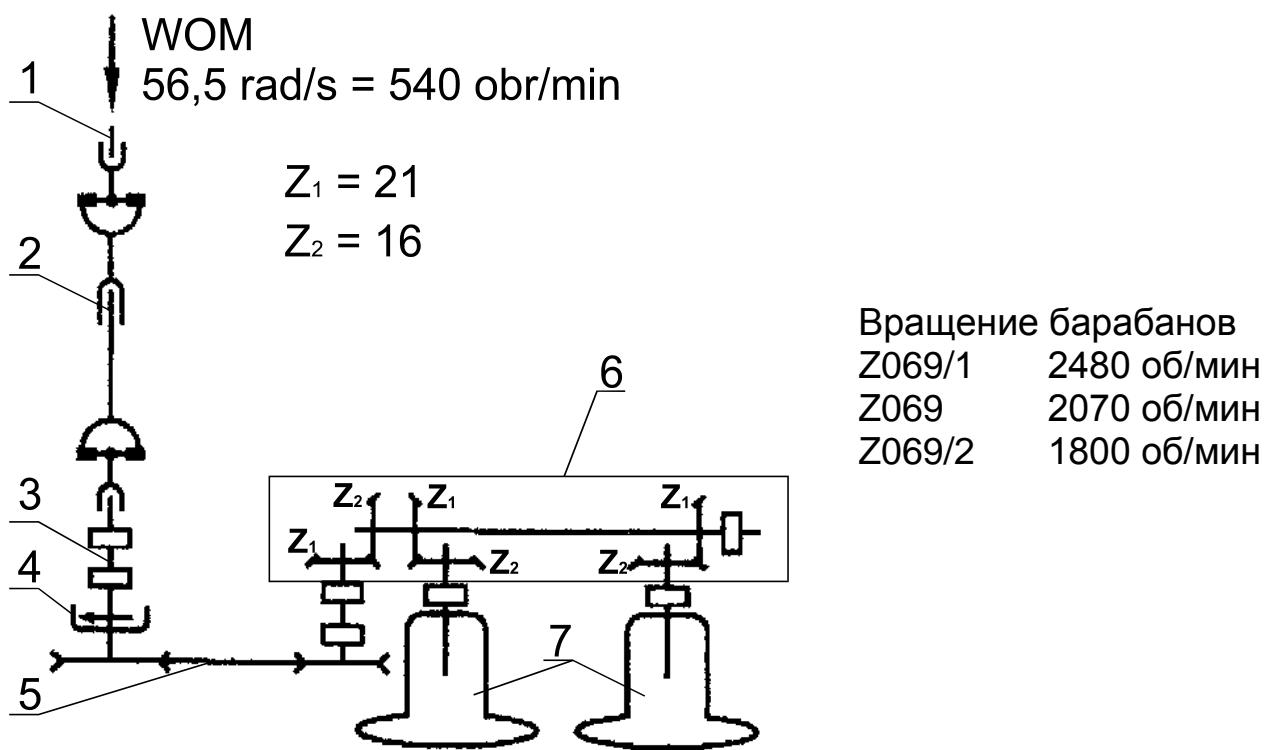

Рис. 7. Кинематическая схема приводного узла косилки
**Приводной узел** косилки представлен на Рис. 7. Косилка приводится в действие от вала отбора мощности трактора (1) через телескопический вал (2). Между промежуточным валом передачи привода (3) и ремённой передачей (5) вмонтирована нереверсивная муфта (4), которая обеспечивает свободное вращение барабанов после остановки трактора и тем самым защищает приводные элементы от повреждения. Привод с ремённой передачи передаётся на вал коробки передач с тремя парами конических зубчатых колёс. Из коробки передач привод передаётся на два барабана с ножами (7).